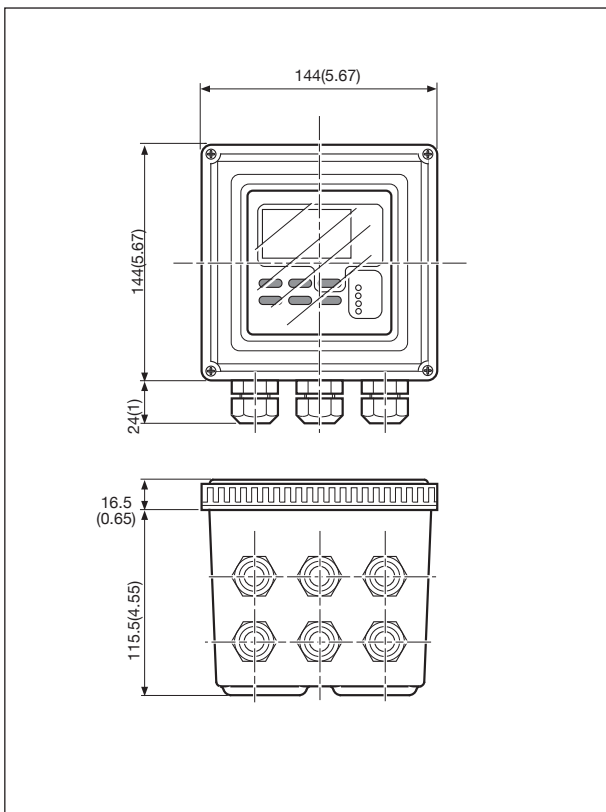

Figure 3-1. Dimensions et emplacements des presse-étoupe
- L'accès aux presse-étoupe des câbles est aisé (voir figure 3-1)